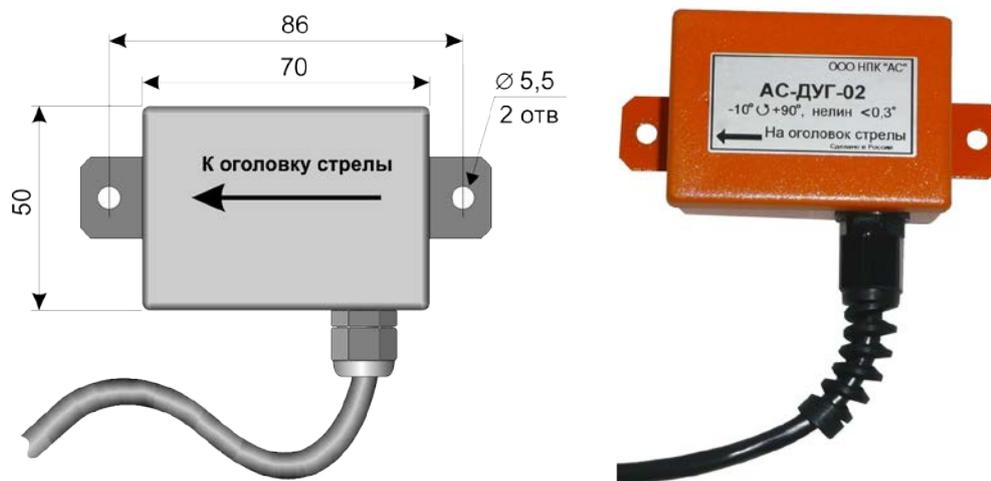

Рис.6
6.6. Датчик угла наклона стрелы, Рис.6, представляет собой электронный потенциометр, приводимый в действие силой гравитации и преобразующий угол наклона стрелы в электрический сигнал. Датчик угла установлен сбоку на основной неподвижной секции стрелы, рис.1.